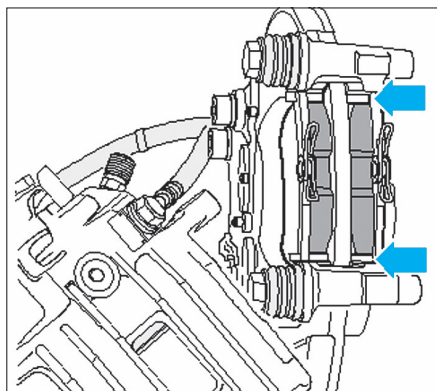

Fig. 19
- Reposer des plaquettes et des cales d'appui neuves (flèches) (Fig.19).